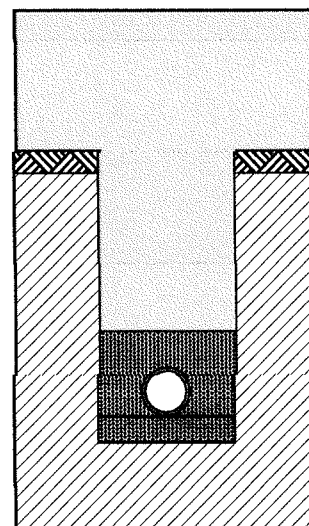

Fig. 14 - In presenza di reinterri granulari fini è possibile riempire immediatamente la zona fino a 200 mm oltre l'estradosso del tubo.
- il rinfiacco ed il reinterro fino a 150 mm sopra la generatrice superiore del tubo, possono essere effettuati in un'unica soluzione quando viene usato materiale come sabbia o terra sciolta e vagliata (fig. 14);